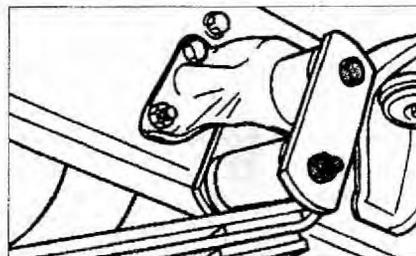

Рис. 5.10. Открутите гайки задних болтов крепления рессоры. Извлеките болты и серьги.
5. Открутите гайки задних болтов крепления рессоры. Извлеките болты и серьги (рис. 5.10).